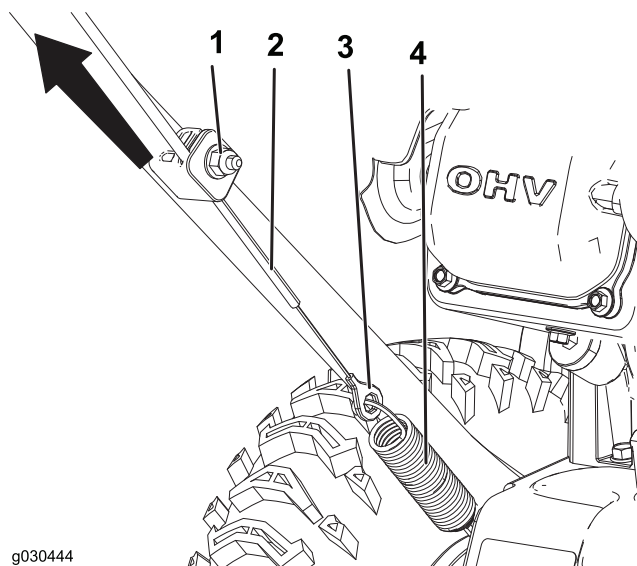

Figure 23
1. Desserrez l'écrou sur le collier inférieur du câble, mais ne le retirez pas (Figure 23).
2. Tirez sur le câble pour le tendre légèrement (Figure 23).
3. Maintenez le câble en place et serrez l'écrou (Figure 23).